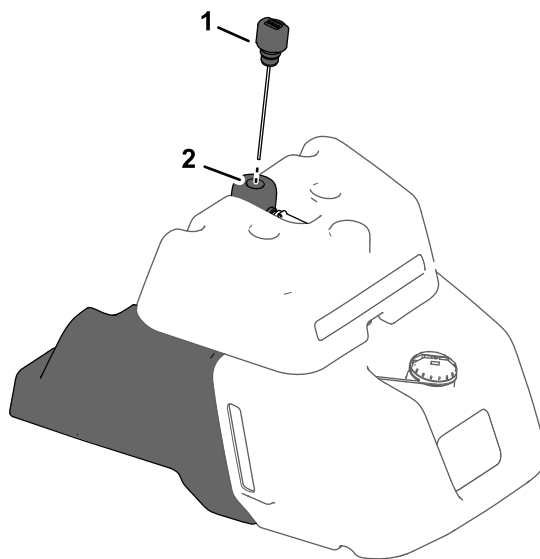

Figura 37
- Se o depósito da sua máquina estiver equipado com indicador de combustível na parte lateral, localize a vareta na parte superior do depósito detetor de fugas (Figura 37) e passe para o passo 5.